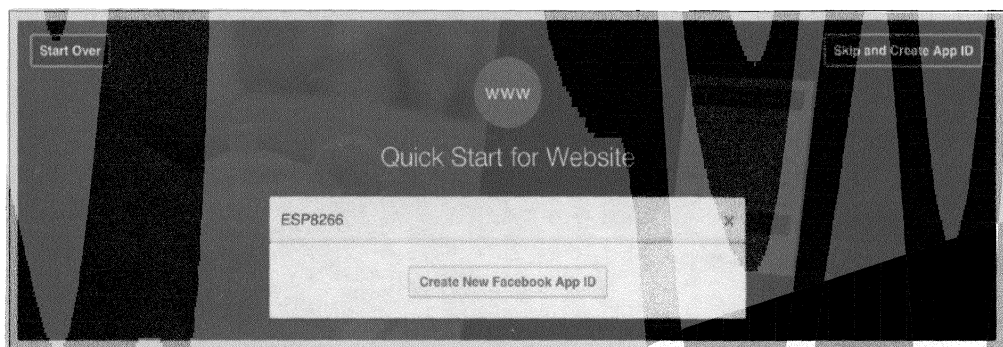

Рис. 5.18. Присваиваем приложению имя
4. Затем присвойте приложению имя (рис. 5.18).